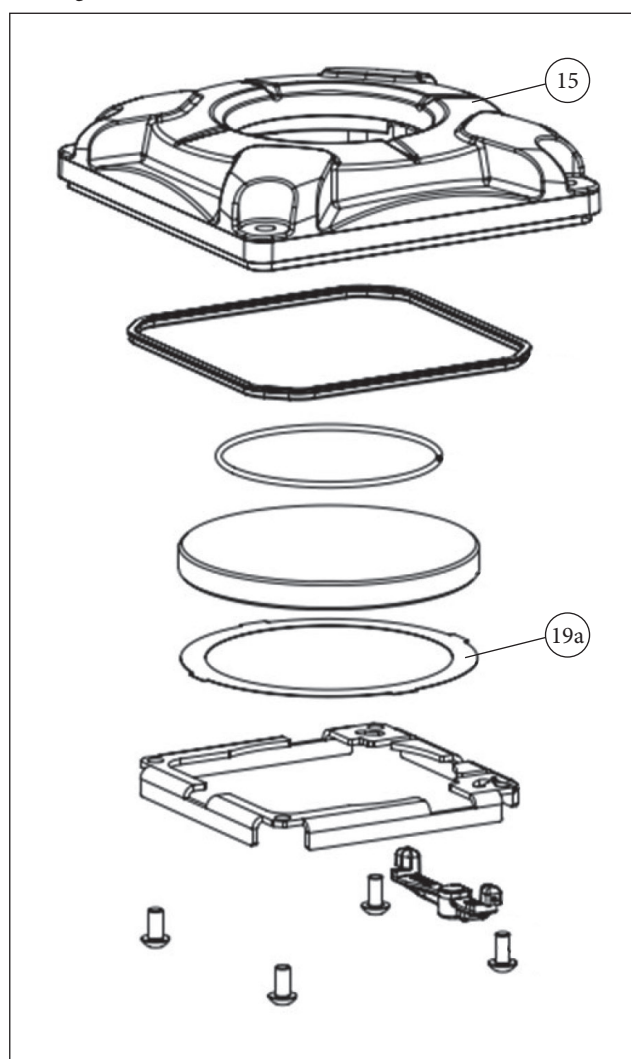

Fig. 114. Figura de montagem da tampa - Parte 15
- Verifique se o calço de poliéster (Mylar) (peça 19a), usado para fixação da janela, está em boas condições e intacto (veja a Fig. 114).